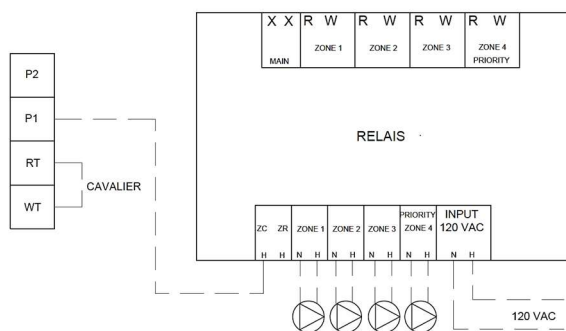

Figure 8 : Connexion typique pour un système avec de multiples pompes et un relais possédant les bornes ZC ZR (ampérage total inférieur ou égal à 5 A)
Pour un système avec plusieurs pompes qui sont alimentées par un boîtier de relais externe avec toutes les zones utilisées (Par exemple, un relais de type TACO, voir Figure 8)
- Installer un relais de pompe tel que Honeywell RA832A ou TACO SR501-4 près de la chaudière auxiliaire. (voir figure 8)
- Brancher le TT du relais de combustion de la chaudière auxiliaire au contact XX du relais RA832A (voir figure 6) ou 6-5 du relais TACO 501-4 (voir figure 8).